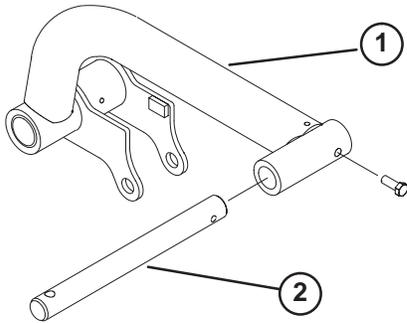

Bild 13
2. Setzen Sie eine Gelenkstange in jeden Hubarm (rechts und links) ein und richten Sie die Befestigungslöcher aus (Bild 13).